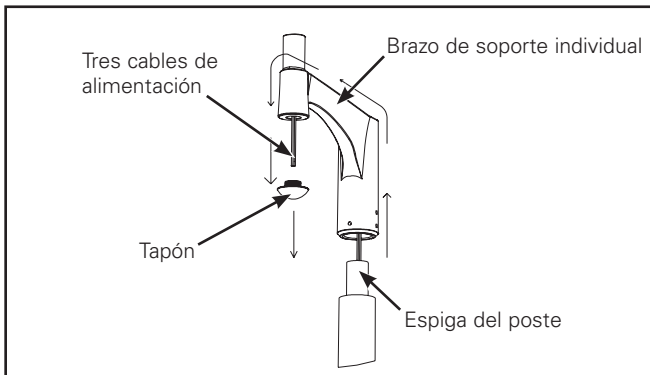

Figura 5.
3. Afloje y quite el tapón del orificio inferior del brazo individual. (Figura 5.)